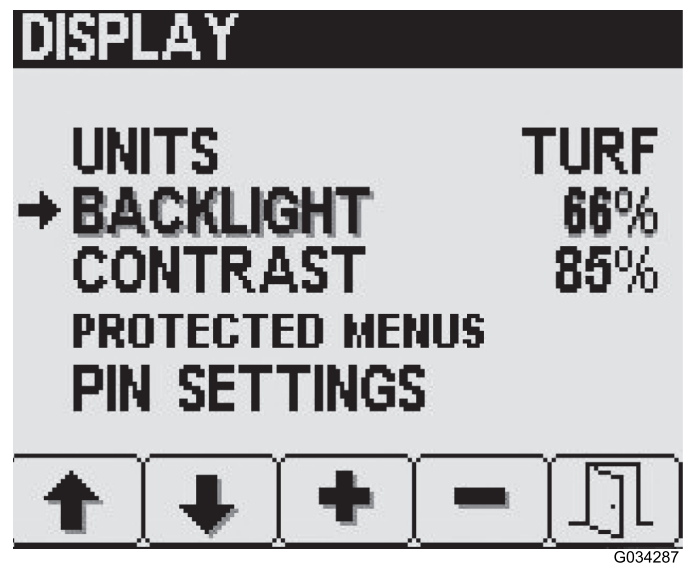

Figure 11
1. Appuyez sur le bouton 2 de l'écran Réglages de l'affichage jusqu'à ce que l'option Rétroéclairage ou Contraste soit atteinte (Figure 11).
2. Utilisez les boutons 3 et 4 pour programmer la valeur souhaitée (Figure 11).